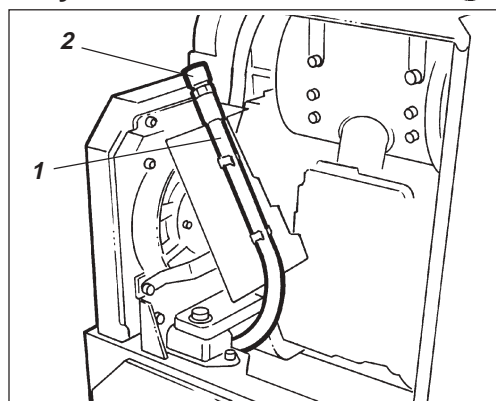

Fig. 19 Motorrum, höger sida
Tag bort oljefiltret (4) samt sätt dit ett nytt, se fig.19.